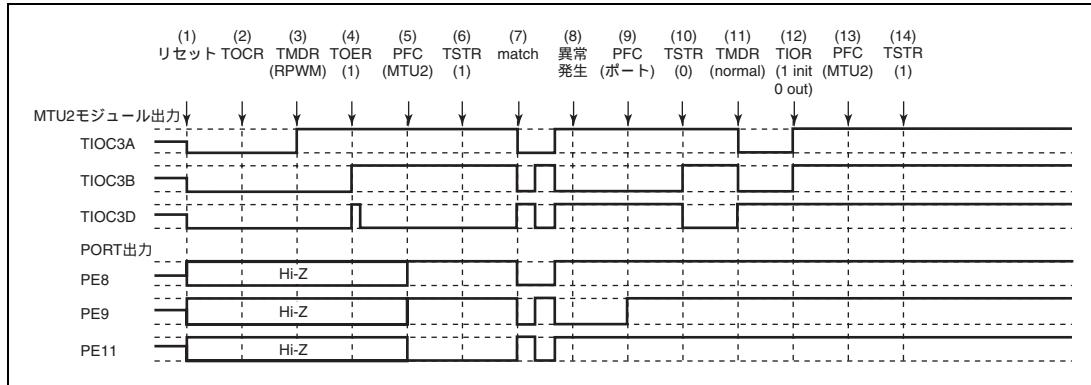

図 11.140 リセット同期 PWM モードで異常が発生し、ノーマルモードで復帰する場合
リセット同期 PWM モードで異常が発生し、再設定後ノーマルモードで再スタートする場合の説明図を図 11.140 に示します。
(1) ~ (10) は図 11.140 と共通です。
(11) PWM モード 1 を設定してください (MTU2 出力は正相側がローレベル、逆相側がハイレベルとなります)。
(12) TIOR で端子を初期化してください (PWM モード 1 では TIOC*B 側は初期化されません)。
(13) PFC で MTU2 出力としてください。
(14) TSTR で再スタートします。
(28) リセット同期 PWM モードで動作中に異常が発生し、相補 PWM モードで再スタートする場合の動作
(11) TOER でチャネル 3、4 の出力を禁止してください。
(12) TOCR で相補 PWM の出力レベルと周期出力の許可禁止を選択してください。
(13) 相補 PWM を設定します (MTU2 の周期出力端子はローレベルになります)。
(14) TOER でチャネル 3、4 の出力を許可してください。
(15) PFC で MTU2 出力としてください。
(16) TSTR で再スタートします。
(29) リセット同期 PWM モードで動作中に異常が発生し、リセット同期 PWM モードで再スタートする場合の動作
(11) PFC で MTU2 出力としてください。
(12) TSTR で再スタートします。
(13) コンペアマッチの発生によりリセット同期 PWM 波形を出力します。